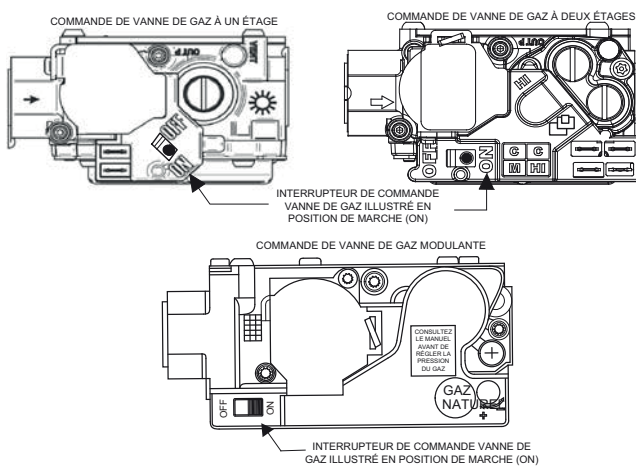

Figure 12 – Interrupteur de commande en position de marche (ON)
6. Après cinq minutes, réglez l'interrupteur de la commande de gaz à la position de marche (ON). Réglez l'interrupteur de commande à la position de marche (ON). Consultez la figure 12.